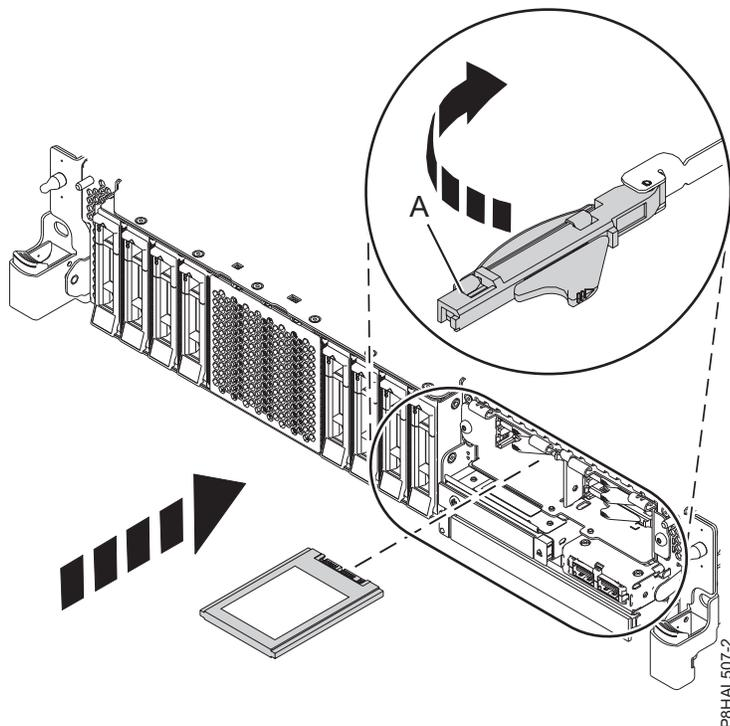

図 97. 拡張機能システムにおける SSD の取り替え
15. SSD ドライブ・ベイ・ハンドル (**A**) をアンロック位置にした状態状態で、SSD スロット内のガイド・レールにアクセスできるようにレバーを外側に引きます。SSD の底面を支えて、SSD スロットのガイド・レールに位置を合わせます。104 ページの図 97 を参照してください。
19. 示されている方向にベイ・ハンドル (A)を回転させて、ドライブをロックします。 図 97